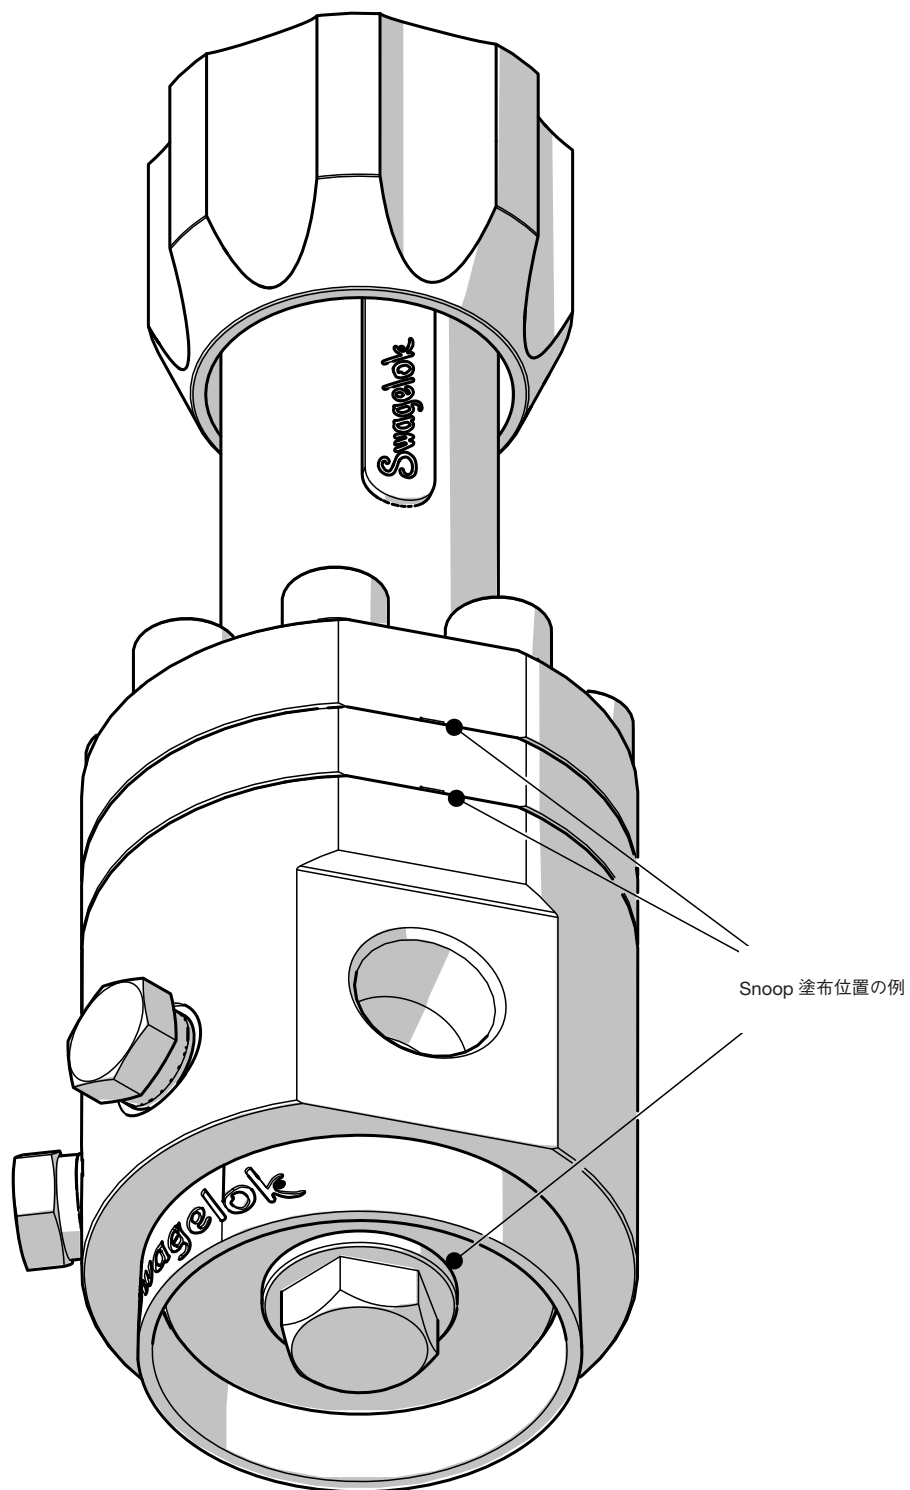

図 26
3. 漏れ検出液を使用して、スプリング・ハウジング／ドームのウィーブ・ホール、ベント・プレートのウィーブ・ホール、ボディ・プラグとボディとのインターフェースに泡が生じていないか確認します (図 26 参照)。